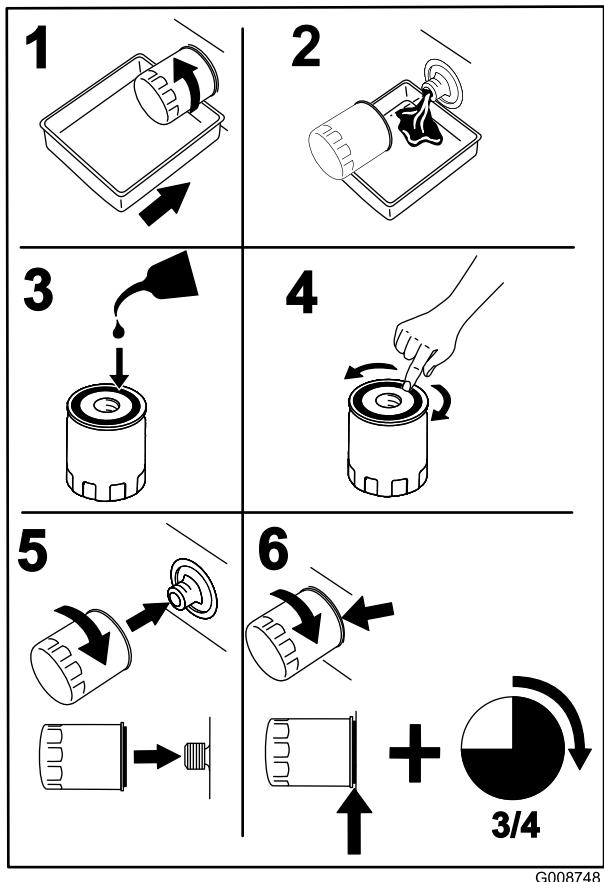

Figura 39
2. Cambie el filtro de aceite del motor (Figura 39).